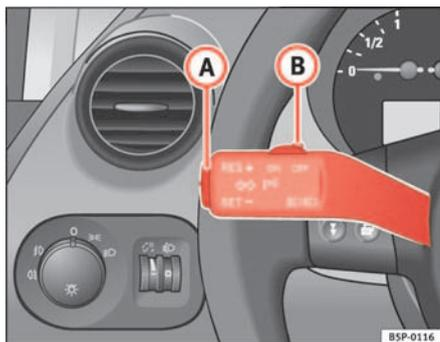

Fig. 140 Levier des clignotants et de l'inverseur-codes : contacteur et touche à bascule pour le régulateur de vitesse
- Déplacez la commande ⇒ fig. 140 **B** vers la gauche pour la régler sur **ON**.